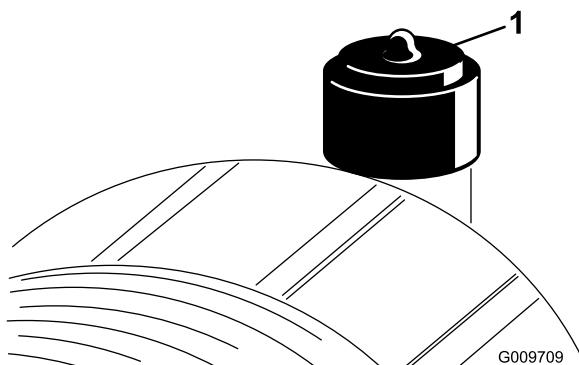

Рисунок 47
Обслуживание фильтра воздухоочистителя следует производить только тогда, когда этого требует индикатор технического обслуживания (Рисунок 47). Более частая замена воздушного фильтра (без необходимости) ведет лишь к повышению вероятности попадания грязи в двигатель при снятии фильтра.
- Сбросьте показание индикатора (Рисунок 47) при наличии сигнала красного цвета.